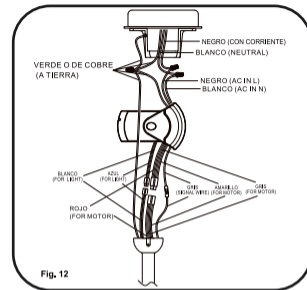

Fig. 12
Paso 1. Conexiones eléctricas de los cables de suministro del receptor a la casa: conecte el cable BLANCO (neutro) de la caja de distribución al cable BLANCO marcado 'AC in N' del receptor. Conecte el cable NEGRO (corriente) de la caja de distribución al cable NEGRO marcado 'AC in L' del receptor. Fije todas las conexiones con las tuercas de plástico incluidas. (Fig. 12)
Paso 2. Si su caja de distribución tiene un cable a TIERRA (verde o cobre pelado) conecte este cable a los cables de Tierra de la esfera de suspensión y el soporte de suspensión. Si su caja de distribución no tiene un cable a tierra, una los cables de la esfera de suspensión y del soporte de suspensión de tierra. Alambre de conexión segura con el conector de cable de plástico suministrada. (Fig.12)